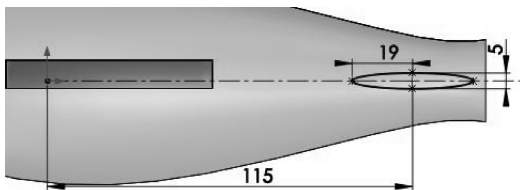
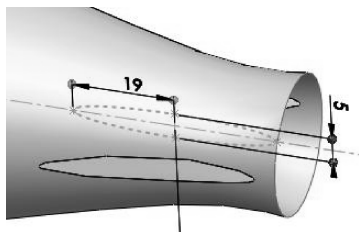

图 4-60 绘制草图 4
图 4-61 分割旋转曲面
- 19 同理，在前视基准面上绘制草图 4，如图 4-60 所示。利用【分割线】工具分割旋转曲面，如图 4-61 所示。